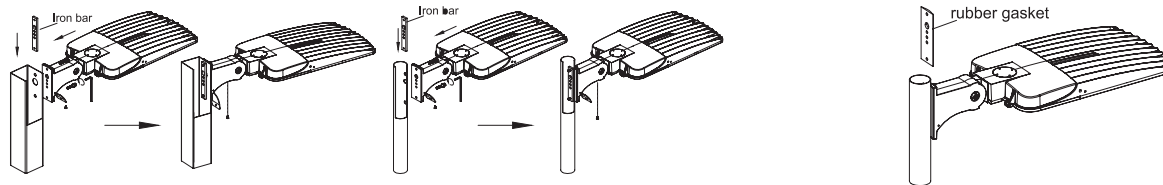

Figure 5
5. Lors de l'installation sur un poteau carré/ronde, alignez les trous du support EX et du poteau. Faites passer les vis de fixation dans les deux trous. Placez la barre de métal à l'intérieur du poteau pour fixer les vis de fixation. ATTENTION : Lors de l'installation sur un poteau rond, retirez le joint en caoutchouc, comme illustré à la Figure 5.